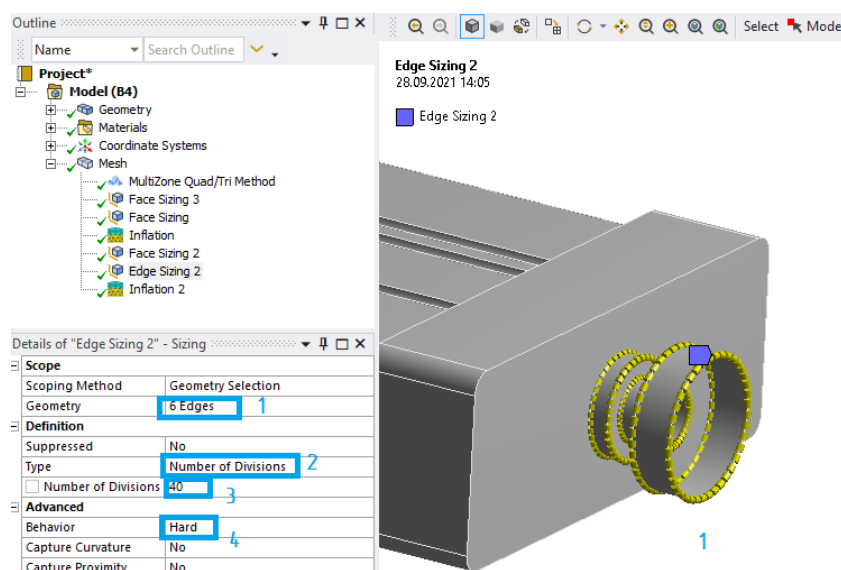

Рис. 22. Задание настроек сетки
6.6. Жмем ПКМ на **Mesh – Insert – Sizing**, выделяем длинные ребра участка № 4 (1), меняем тип на **Number of Divisions** (2) и задаем число делений (3) 40 (рис. 22). Иногда данная операция игнорируется программой из-за низкого приоритета, поэтому необходимо заменить значение **Soft** на **Hard** (3).